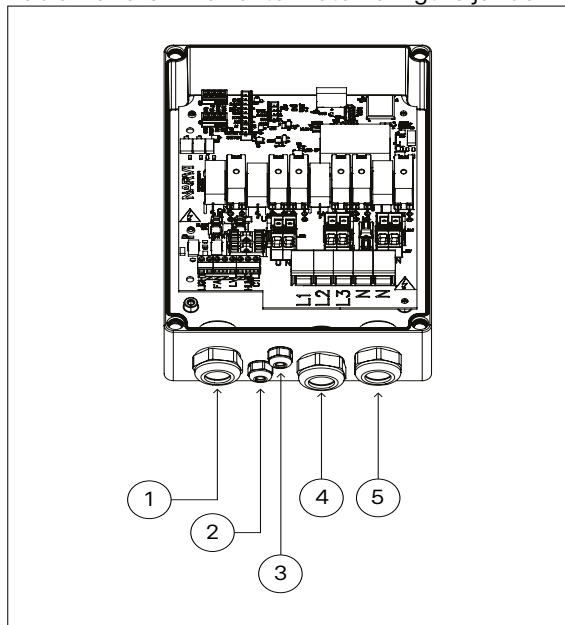
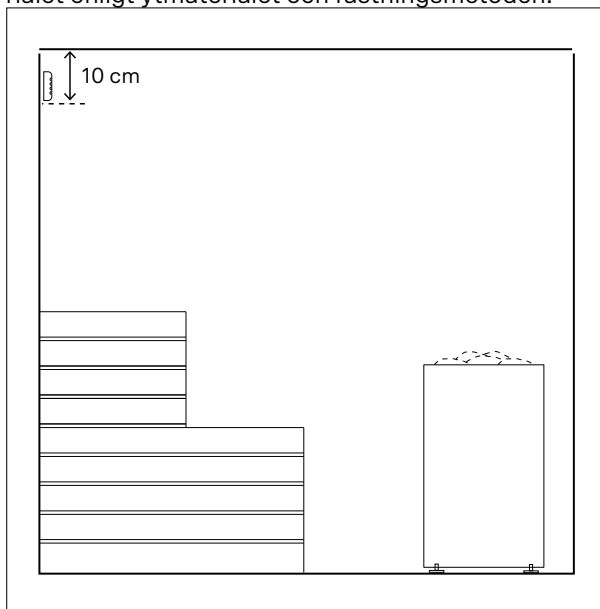
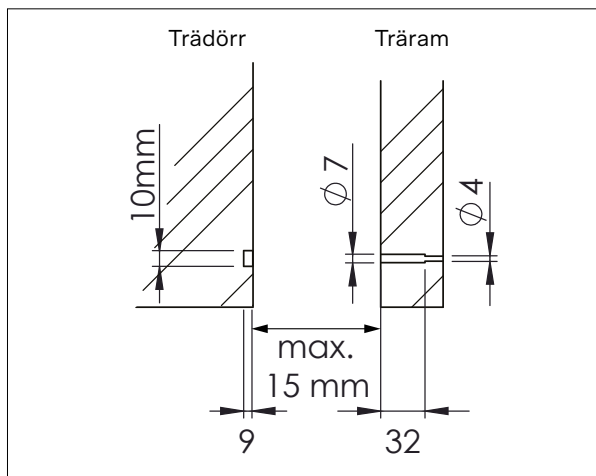

Bild 6.4-1. Genomföringar av effektenhetens kablar
Bild 6.7-1. Installation av fuktighetssensorn
Bild 6.8-3. Infällning av dörrkontakt och magnet
Fuktighetssensorn monteras på väggen bakom bastulavarna på 100 millimeters avstånd från taket (bild 6.7-1).
- Styrpanelens kabel förs in i effektenhetens kåpa från genomföring 1 som reserverats för kabeln (bild 6.4-1) Kabeln kopplas till kontakten enligt kopplingsschemat (punkt 5.3 i anvisningen).
– Temperatursensorn levereras med en kabel (SIHF-O 4x0,25) på 6 meter. Kabeln får inte förlängas. Om man behöver ett längre avstånd ska man använda en längre, godkänd, sammanhängande kabel. Sensorkabeln förs till effektenhetens kåpa genom genomföringen avsedd för den (bild 6.4-1) och kopplas till kontakten enligt kopplingsschemat (punkt 5.3 i anvisningen). Sensorn fästs på träytan med de medföljande skruvarna (2 st. Ø 2,9 x 16). För andra ytmaterial väljs fästmaterialet enligt ytmaterialiet och fästningsmetoden.
En fuktighetssensor är en lågspänningskomponent som monteras på väggen bakom bastulavarna så att den inte direkt utsätts för ånga eller värme från bastuaggregatet (bild 6.7-1). Fuktighetssensorn levereras med en kabel (SIHF-O 4x0,25) på 6 meter. Kabeln får inte förlängas. Om man behöver ett längre avstånd ska man använda en sammanhängande kabel som tillverkaren godkänt. Sensorkabeln förs till effektenhetens kåpa genom genomföringen avsedd för den (bild 6.4-1) och kopplas till kontakten enligt kopplingsschemat (punkt 5.3 i anvisningen). Fuktighetssensorn fästs på träytan med de medföljande skruvarna (2 st. Ø 2,9 x 16). För andra ytmaterial väljs fästmaterialet enligt ytmaterialiet och fästningsmetoden.
Fästena för kontakten och magneten kan fästas antingen med de medföljande skruvarna (Ø 2,9 x 16) eller dubbelsidig tejp. På trädörrar och dörramar i trä kan kontakten och magneten också fällas in enligt principskissen (bild 6.8-3). Dörrkontaktens kabel (5 m) förs till effektenhetens kåpa genom genomföringen avsedd för den (bild 6.4-1) och kopplas till kontakten enligt kopplingsschemat (punkt 5.3 i anvisningen). Vid behov kan kabeln förlängas med en förlängning i enlighet med installationsstandarderna.
- Kabeln för belysningen förs till effektenhetens kåpa genom genomföringen avsedd för den (bild 6.4-1) och kopplas enligt kopplingsformat (punkt 5.3 i anvisningen).
- Kabeln för fläkten förs till effektenhetens kåpa genom genomföringen avsedd för den (bild 6.4-1) och kopplas till kontakten enligt kopplingsformat (punkt 5.3 i anvisningen).